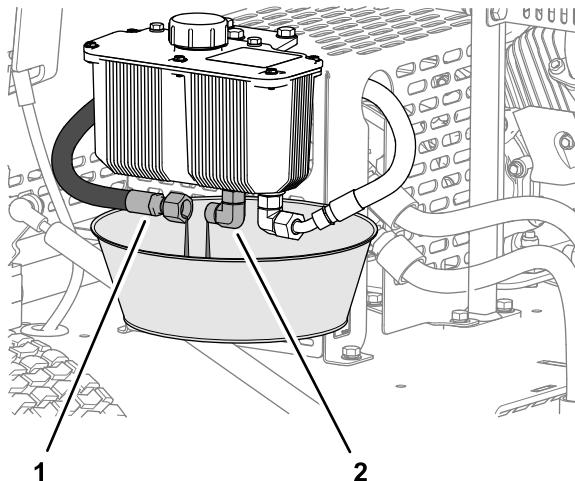

図 37
1. 容量 2 リットルほどの廃油受けを油圧オイルタンクの下に置く図 37。
2. 油圧タンクのフィッティングについている供給ホースを外し、流れ出てくるオイルをすべて回収する図 37。